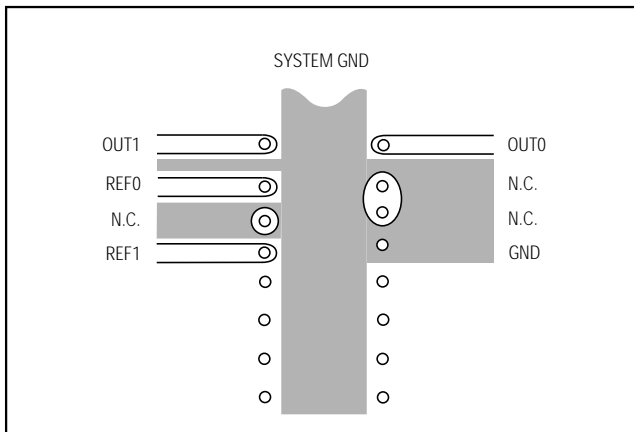

図16. MAX519のクロストークを最小限に抑えるPCボードレイアウト(底面図)
0.1μFコンデンサをV_{DD}とGNDにできるだけ近い位置に接続し、V_{DD}をバイパスします。DAC出力間、リファレンス入力間、及びデジタル入力間のクロストークは、PCボードのレイアウト次第で最小限に留めることができます。クロストークを最小限に抑えるためのPCボードレイアウトを図16に示します。